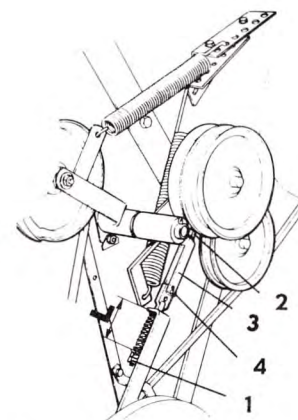

Bild 51.
- 2.n.1. Ställ spaken för skärbordsdrivningen i frikopplat läge (spaken åt vänster). Kontrollera längden på spännrullens fjäder, mått L, bild 51. Detta mått ska vara 70 mm.